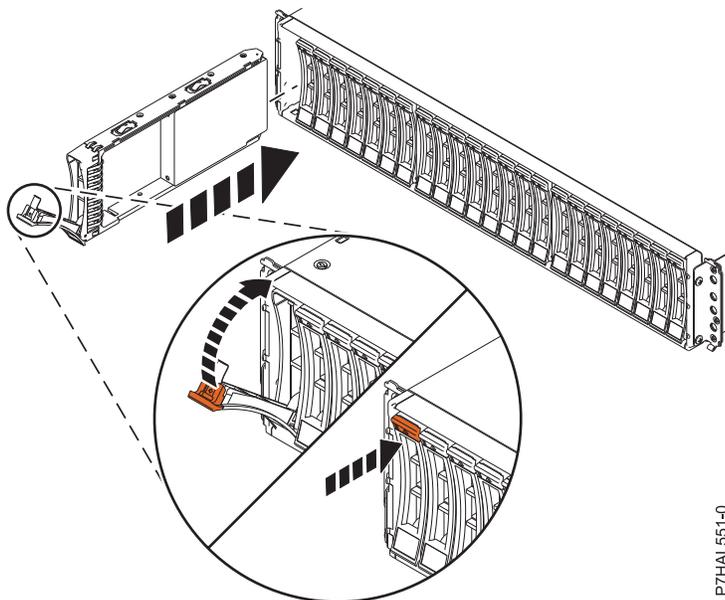

Abbildung 8. Plattenlaufwerk im 5887 Plattenlaufwerkgehäuse installieren oder austauschen
3. Der Griff muss in der entriegelten Position stehen (siehe Abb. 8 auf Seite 10), während Sie das Laufwerk unten mit Ihrer Hand abstützen und an den Führungsschienen im Gehäuse ausrichten.
7. Verriegeln Sie das Laufwerk, indem Sie den Griff (A) in die in Abb. 8 gezeigte Richtung drehen.